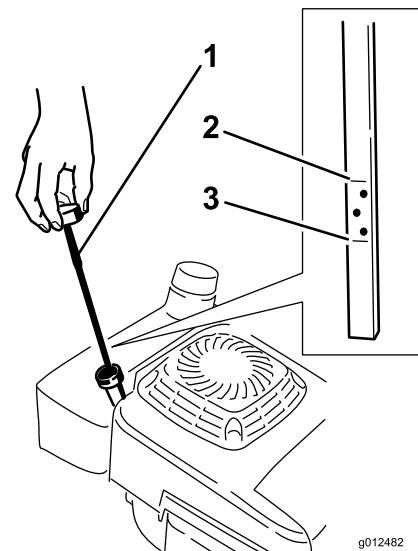

図 15
オイルの量がディップスティックの Add と Full のマークの間にあるかどうか、使用ごとに点検してください (図 15)。
2. ディップスティックの周囲をきれいにする (図 15)。
- 引き抜いてディップスティックの目盛りで油量を点検する(図15)。